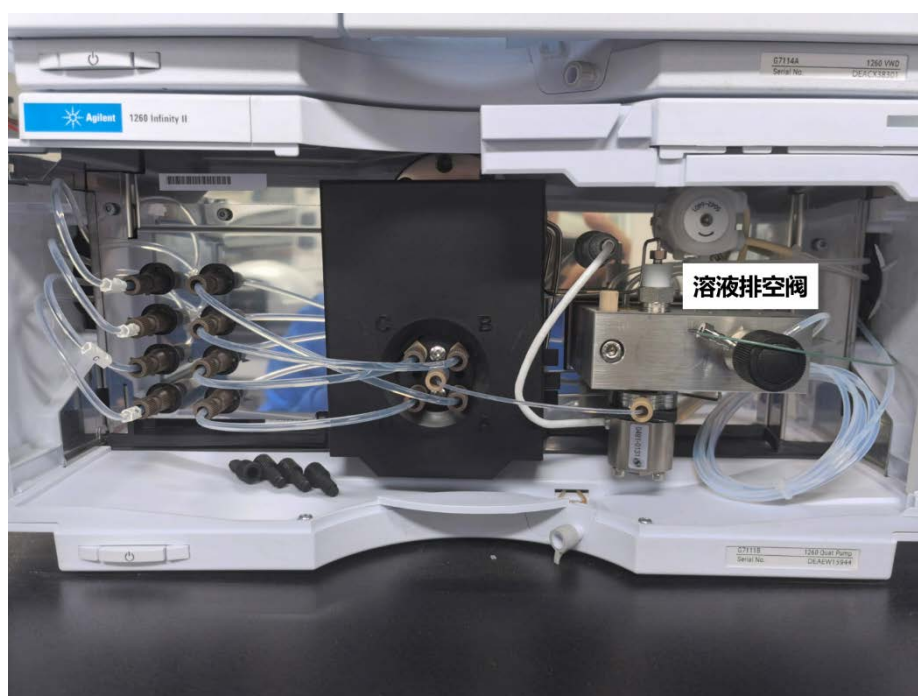

图 3 四元泵模块实物图
3. 四元泵模块(如图 3)：如果流动相为缓冲盐溶液，需要在使用前装满 seal-wash 洗液，配比通常是体积比为 9:1 的水-异丙醇溶液。